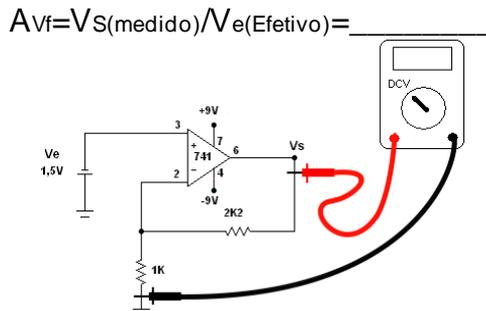

Figura 4 – Amplificador Não Inversor – circuito experimental com entrada negativa
4) Inverta a tensão de entrada do circuito no item 2, resulta o circuito da Figura 4. Repita os itens anteriores.